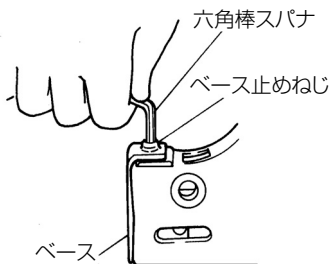
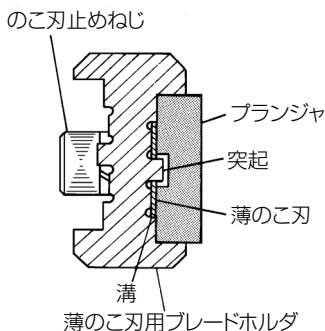

図 5
図 6
- (1) ベース止めねじをゆるめて、ベースを取りはずし、厚のこ刃用ブレードホルダを取出します。(図5)
- (2) 薄のこ刃用ブレードホルダをプランジャに取付けます。
- (3) ベースを元のようにベース止めねじでしっかり固定します。
- (4) 薄のこ刃の穴を薄のこ刃用ブレードホルダの突起に入れ、薄のこ刃を溝にはめ込みます。(図6)
- (5) のこ刃止めねじを六角棒スパナで締付け、のこ刃を十分に固定します。